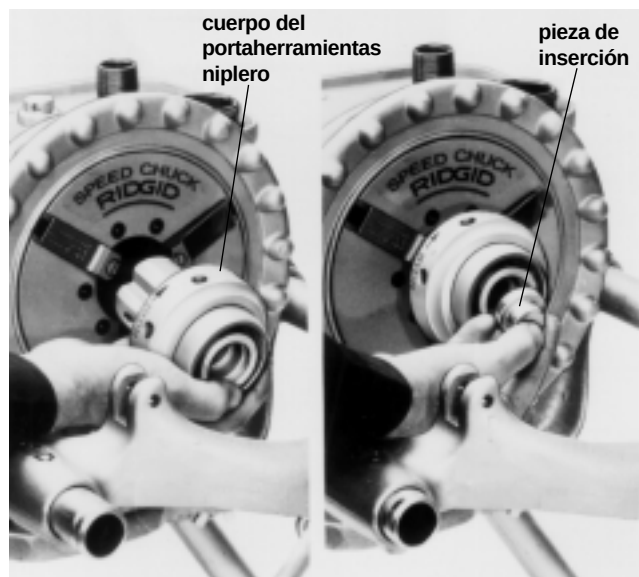

Figura 23 – Instalación del cuerpo del Portaherramientas Niplero y de la Inserción
3. Coloque el cuerpo del portaherramientas niplero (Figura 23) en el mandril del Accionamiento Auto-propulsado y agárrelo con las muescas de la mordaza. Apriete el mandril con una vuelta rápida del volante.
4. Para los tubos de $\frac{1}{8}$ y $\frac{3}{4}$ pulgada (Figura 23), coloque la pieza de inserción con su extremo pequeño hacia el cuerpo del mandril; para tubos de 1 pulgada, su extremo grande hacia el cuerpo del mandril; para tubos de $1\frac{1}{4}$ pulgada y mayores, no se emplea pieza de inserción.